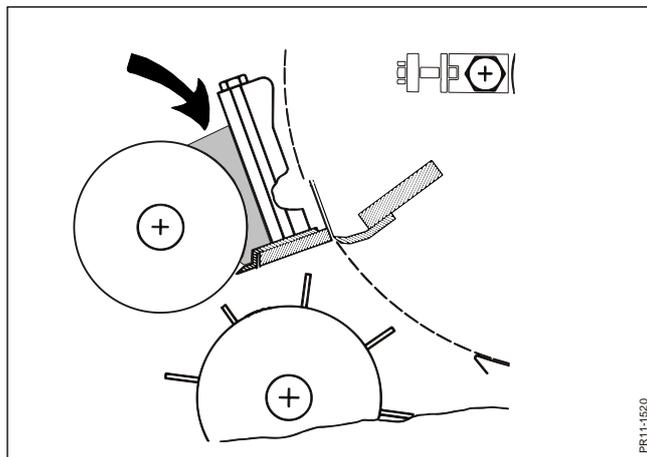

Fig. 4-13
**Fig. 4-13** Bajo determinadas circunstancias, se puede acumular material procedente del cultivo (pequeñas partículas) en la zona sombreada (consulte la flecha de la fig. 4-13), lo que puede causar una sobrecarga en la transmisión de los rodillos.